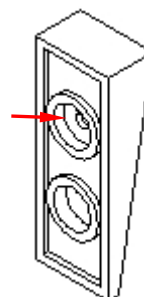

Bild 3 (Abstandshalter)
- 2) Drücken Sie je 1 Mutter in die rückseitige Aufnahme der Abstandshalter (Bild3).